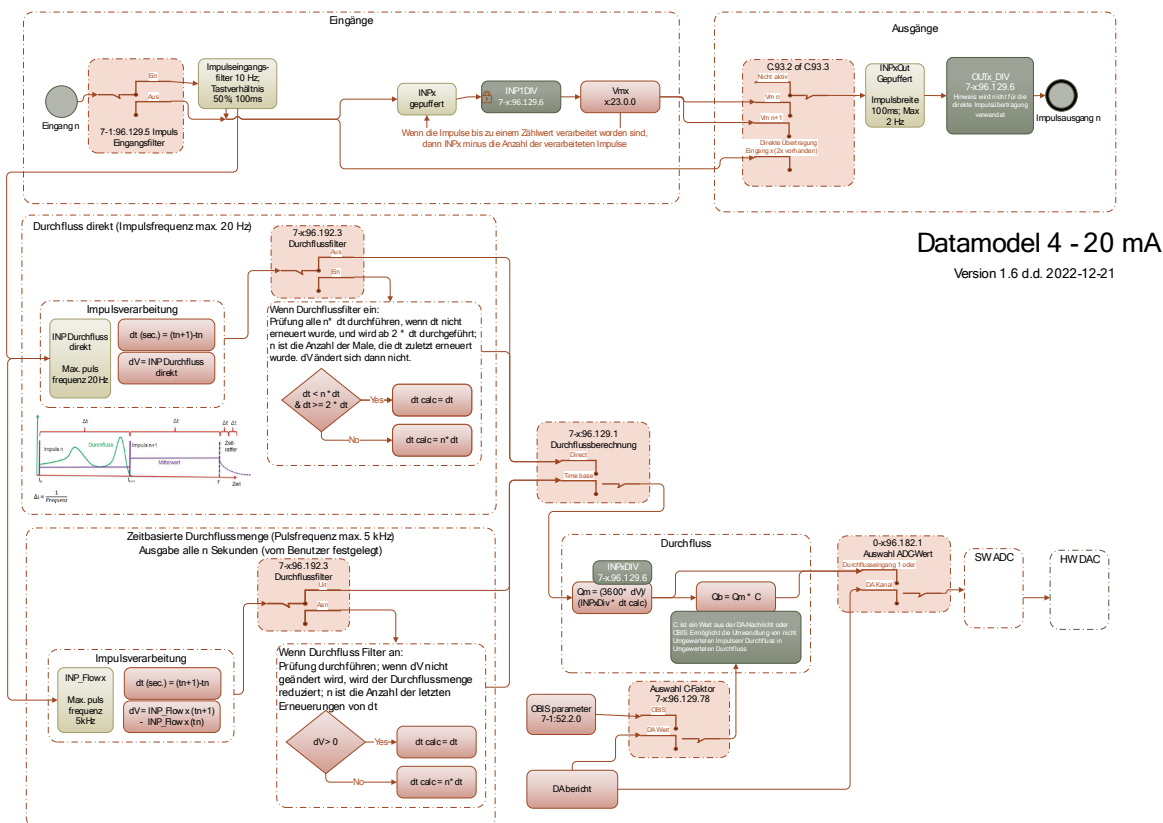

Abbildung 1. Datenmodell 4 - 20 mA Modul.
3. LED2 zur Anzeige des Signals am Impulsausgang 1 (Relaisausgang 1, Abbildung 1)
4. LED3 zur Anzeige des Signals am Impulsausgang 2 (Relaisausgang 2, Bild 1)